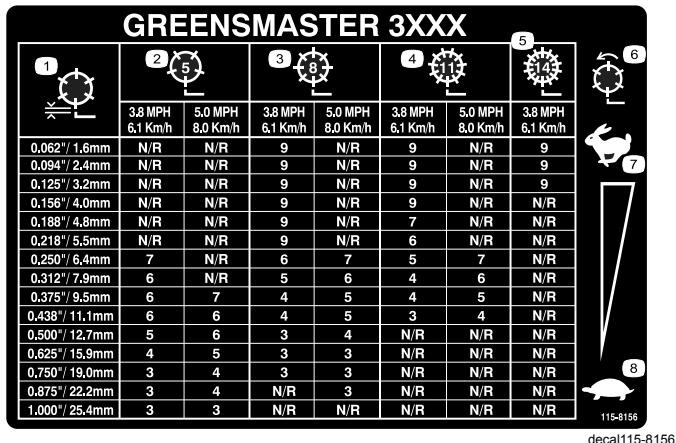

Figure 28
3. Déterminez le réglage de vitesse correct des cylindres en vous aidant du graphique approprié (voir Figure 28) pour les plateaux de coupe à 5, 8, 11 ou 14 lames.